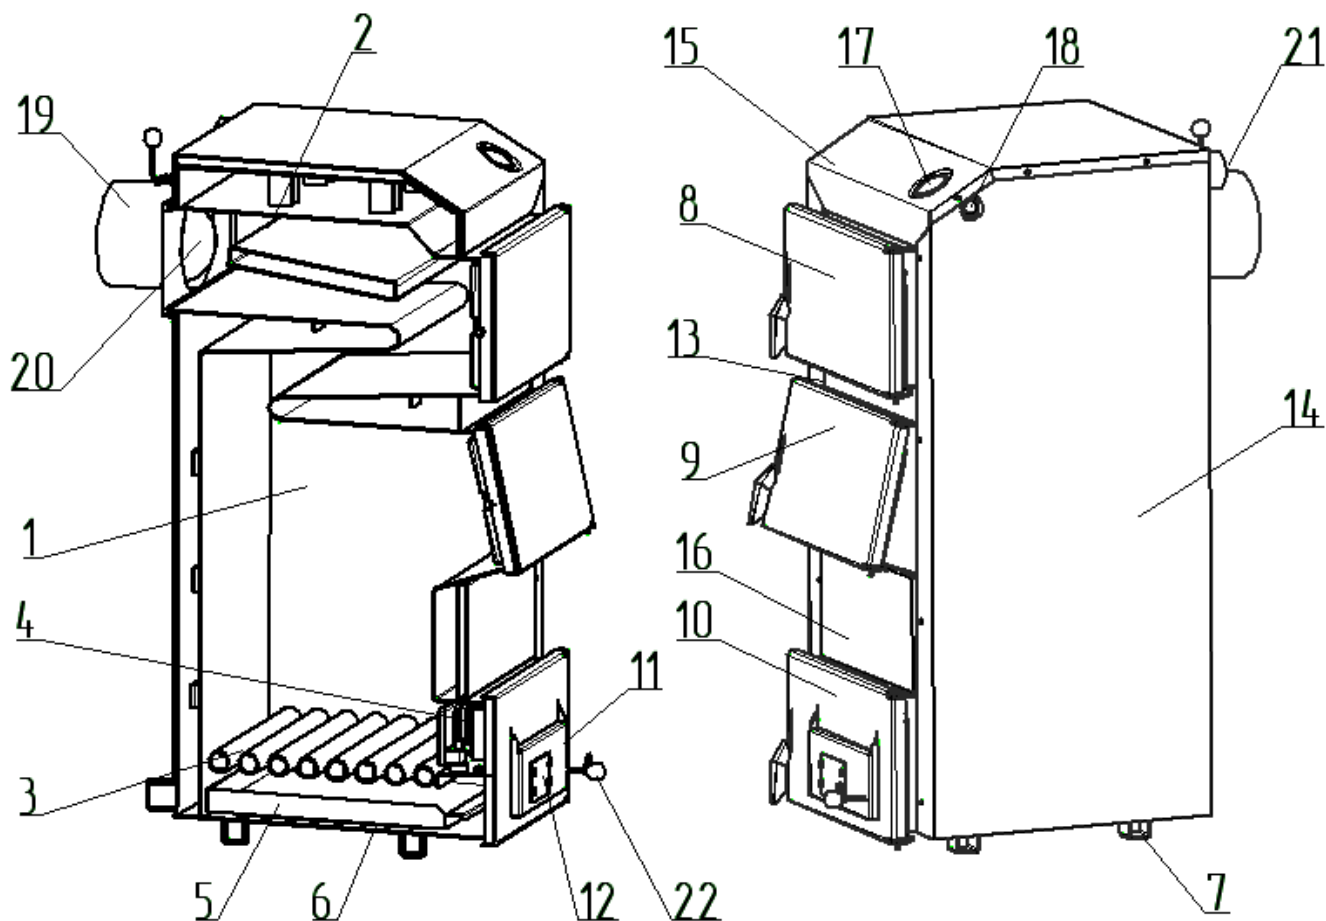
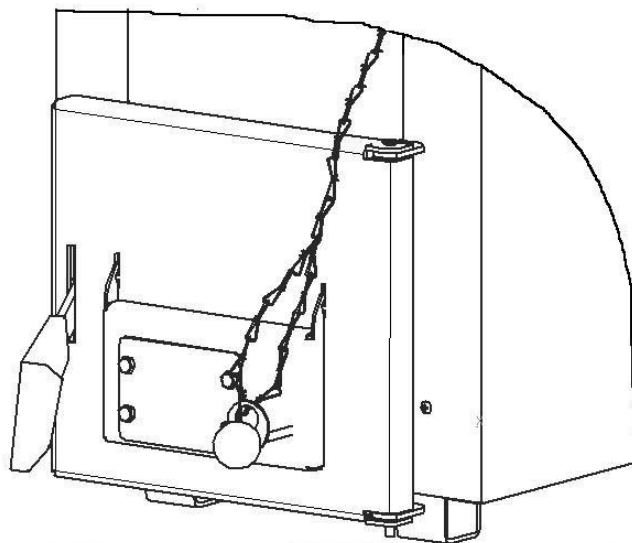

Рисунок 1. Котел отопительный
Рисунок 9
6.1.6 Установить регулятор тяги Regulus RT3 или Honeywell FR124. Для этого на правой стенке котла вывинтить заглушку (поз.18, рис.1) как показано на рисунке 6.
Второй свободный конец цепочки пропустить через отверстие зацепа на заслонке поз.11 (рис.1) и закрепить крючком за звено цепочки (рисунок 9). Проверить возможность свободного движения рычага при повороте ручки управления.
Установить вентилятор. Для этого на заслонке (поз.11, рис.1) демонтировать заглушку (поз. 12, рис. 1) как показано на рисунке 10.
Закрепить вентилятор на заслонке поз.11 (рис. 1) при помощи болтов М6 с гайками, как показано на рисунке 11
7.1.2 Когда растопочный материал разгорится, начать загрузку топлива через загрузочную дверцу. Для предотвращения спекания угля рекомендуется сначала нагреть воду в котле до температуры приблизительно 60°C, используя в качестве топлива дрова, после чего начать загрузку угля. Размер отдельных фракций угля должен составлять не менее 25 мм. Постепенно и равномерно загрузить уголь в количестве, достаточном для образования слоя высотой приблизительно 150 мм, после чего загрузку прекратить на 15-20 минут для разгорания топлива. После загрузки закрыть загрузочную дверцу, заслонку на дверце зольника открыть при помощи ручки (поз. 22. рис.1).
7.1.5 Регулирование температуры воды в котле проводится с помощью шиберов (поз.20, рис.1) и заслонки (поз.11, рис.1)). Для увеличения температуры необходимо открыть шибер и заслонку, для уменьшения — полностью или частично закрыть шибер и заслонку.
При оборудовании котла регулятором тяги Regulus RT3 или Honeywell FR124 регулирование температуры воды проводится с помощью шиберов (поз. 20, рис. 1) и регулятора тяги. Для увеличения температуры необходимо открыть шибер и установить ручку управления регулятора на отметку более высокой температуры, для уменьшения — полностью или частично закрыть шибер и установить ручку управления регулятора на отметку более низкой температуры.
Внимание! Для предотвращения выброса пламени и ожогов, запрещается открывать ревизионную (поз.8, рис.1) и загрузочную (поз.9, рис.1) дверцы во время работы вентилятора!
7.2.1 Для прекращения работы котла полностью закрыть заслонку (поз.11, рис.1) и шибер (поз.20, рис.1) При этом прекращается подача воздуха в топку и топливо постепенно гаснет.